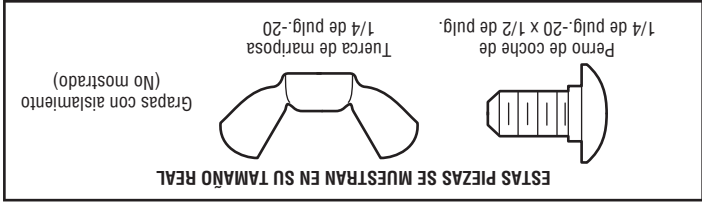

Figura 1 INSTALACIÓN EN EL CARRIL DE LA PUERTA (LADO DERECHO)
1. Deslice los brazos curvos sobre la orilla redondeada de cada uno de los carriles de la puerta, con los brazos curvos apuntando hacia la puerta. Coloque los en su posición contra el costado del carril. Debe quedar ras, con el reborde pegado a la orilla posterior del carril, como se ilustra en la Figura 1.